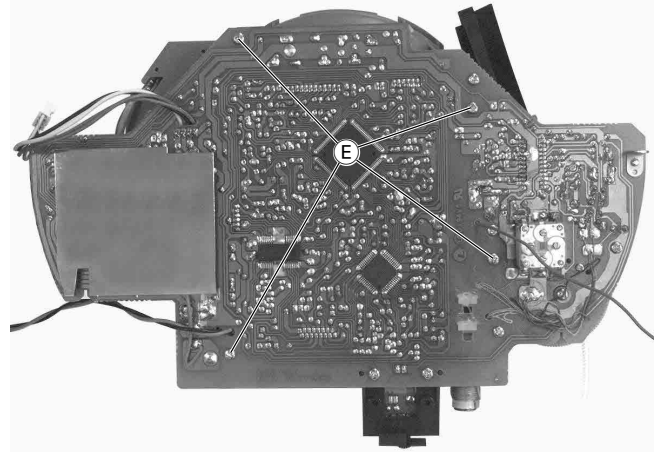

Fig. 4
- 4 Schrauben (E) (Fig. 4) herausschrauben.
- Undo 4 screws (E) (Fig. 4).